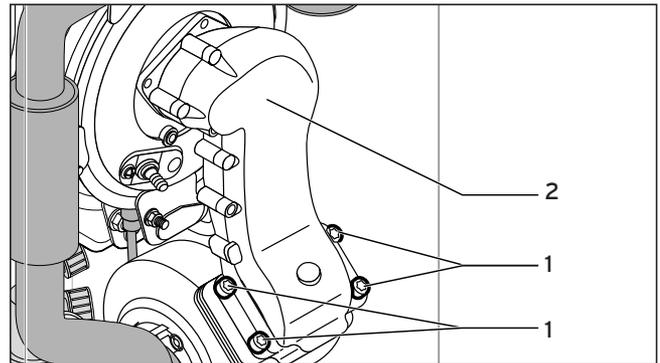

Abb. 8.3 Gebläse austauschen
- Lösen Sie die vier Schrauben (Abb. 8.3 Pos. 1) zum Gebläse und nehmen Sie dieses ab.